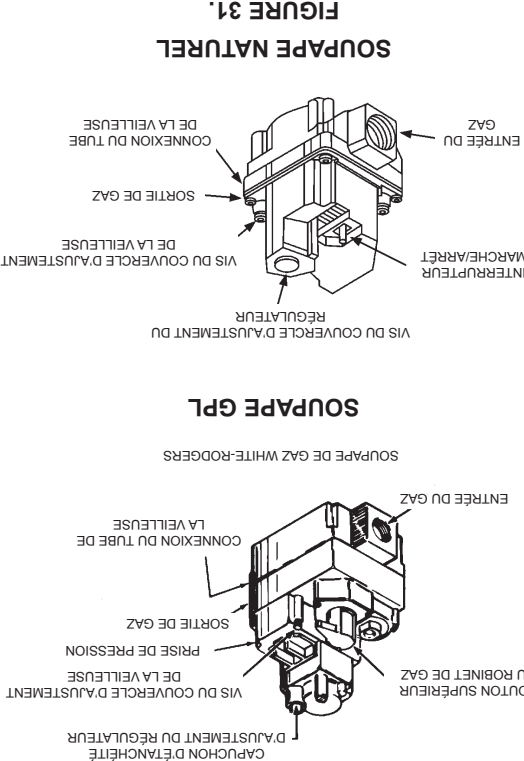

FIGURE 31.
La Figure 31 illustre les deux types de régulateurs de gaz combinés utilisés sur ces chauffe-eau.
- Ajuster la flamme de la veilleuse au moyen d'un ajustement du gaz de la veilleuse dans le régulateur de gaz. Voir Figure 31.
- La flamme de la veilleuse devrait envelopper le dispositif de détection avec une flamme de 1,6 cm (5/8"), Figure 30. Enlever la vis du couvercle d'ajustement de la veilleuse, Figure 31. Tourner la vis intérieure d'ajustement dans le sens horaire pour augmenter ou dans le sens antihoraire pour diminuer la flamme de la veilleuse. S'assurer de remettre la vis du couvercle sur le régulateur de gaz après l'ajustement afin de prévenir une fuite de gaz possible.